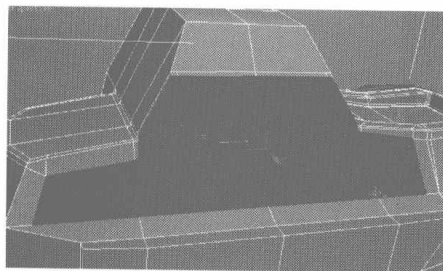

图 6.159
- 05 选择如图 6.159 所示的面，在 Edit Polygons 卷展栏中单击 **Bevel** 右侧的小按钮，在弹出的对话框中设置倒角参数，如图 6.160 所示。